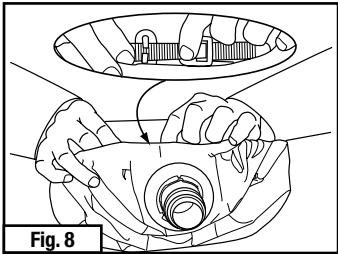

Fig. 8
- **Cobertura Facial com suspensões plásticas apenas** (todos os modelos exceto a S-103 e a S-403): Se o seu capuz ou touca possui uma suspensão (carneira) de plástico, pode ser ajustada conforme necessário para obter um ajuste confortável (Fig. 8). A Tira de Suor da Suspensão (carneira) de plástico deve ser usado à volta da testa e o tirante da coroa deve ser posicionado no alto da cabeça, não à volta da parte de trás da cabeça (Fig. 9). **NOTA:** a suspensão (carneira) da estrutura na S-103 e S-403 não é ajustável.